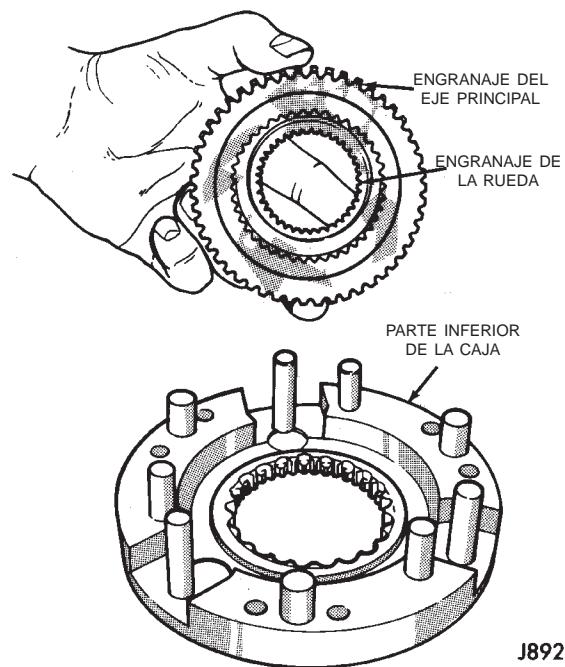

Fig. 47 Desmontaje de eje principal y engranaje de la rueda
(6) Retire el eje principal y las ruedas propulsoras de la caja inferior (Fig. 47). Antes de separarlas, tome nota de las posiciones de los engranajes de ruedas a modo de referencia.